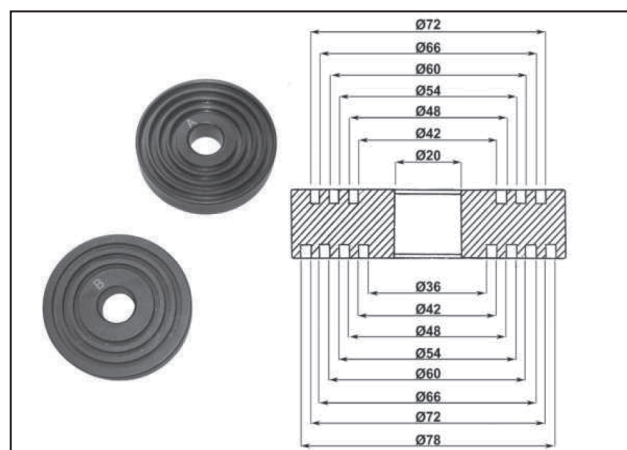

Fig. 1
- Placas de extremidade (Fig.1)